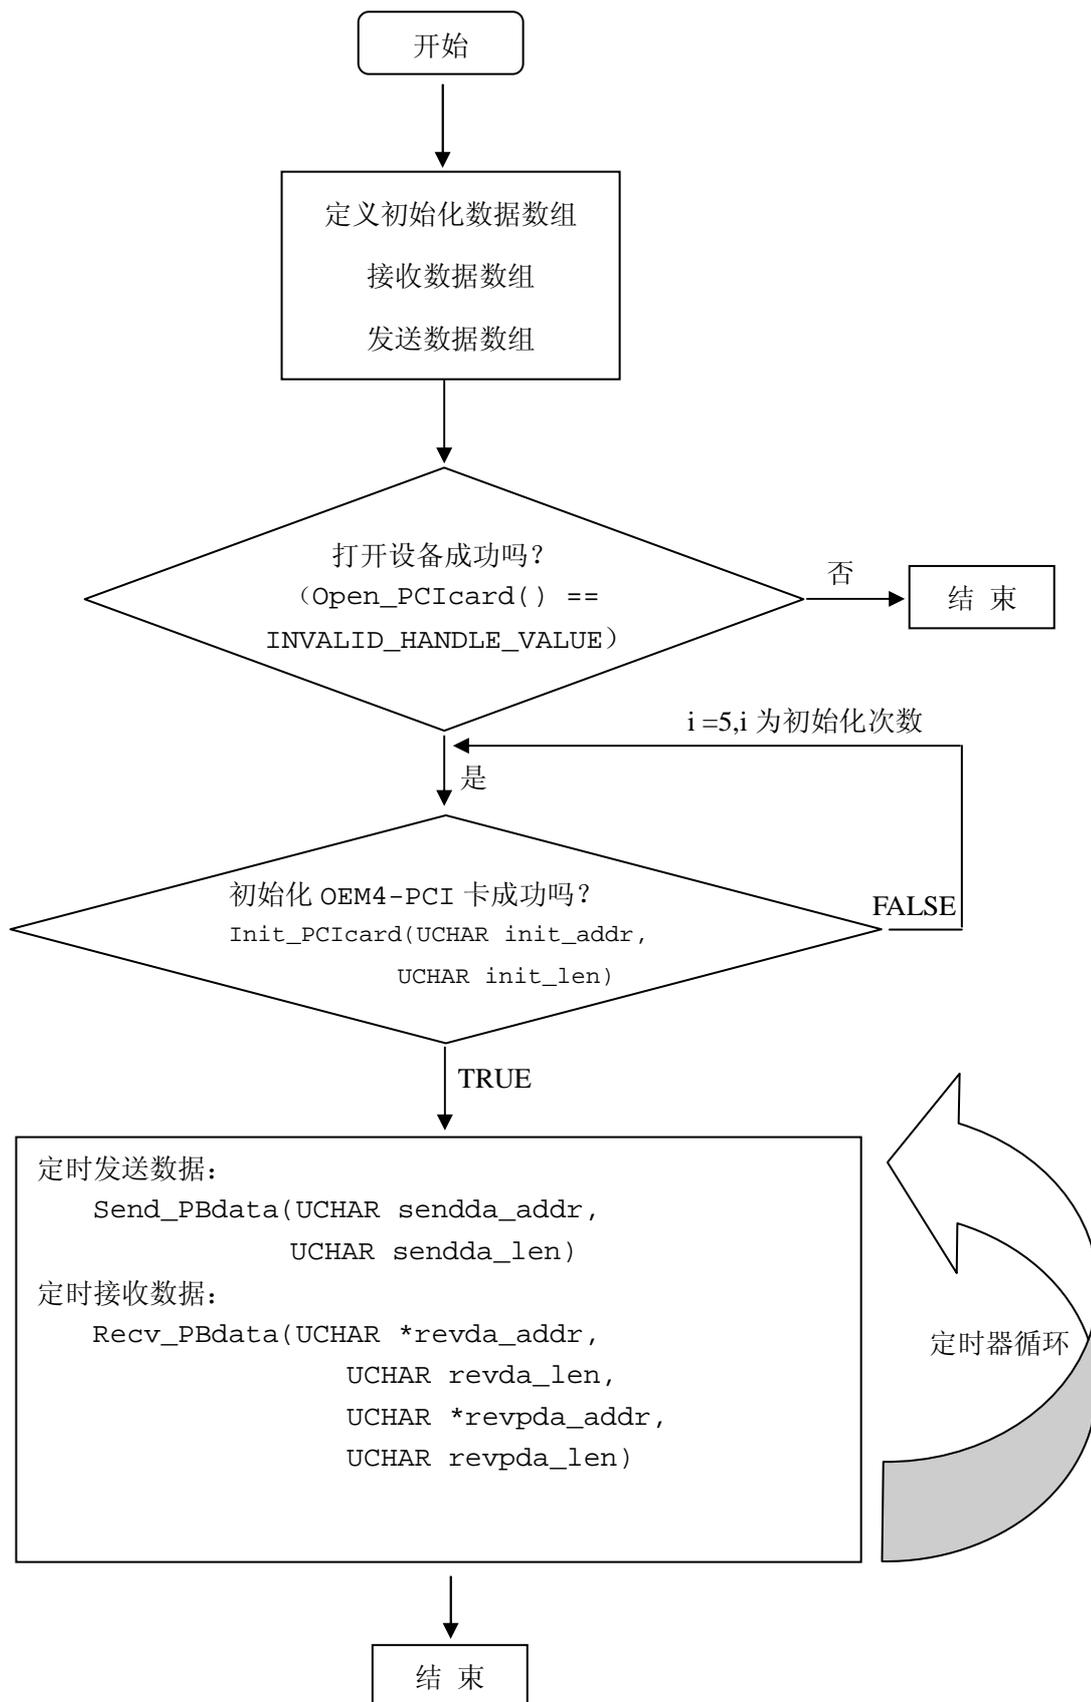

图 2-6 查询方式接收数据
(4) 两种数据接收方式
① 查询方式，参考例程 oem4pci_demo；程序流程如图 2-6 所示。